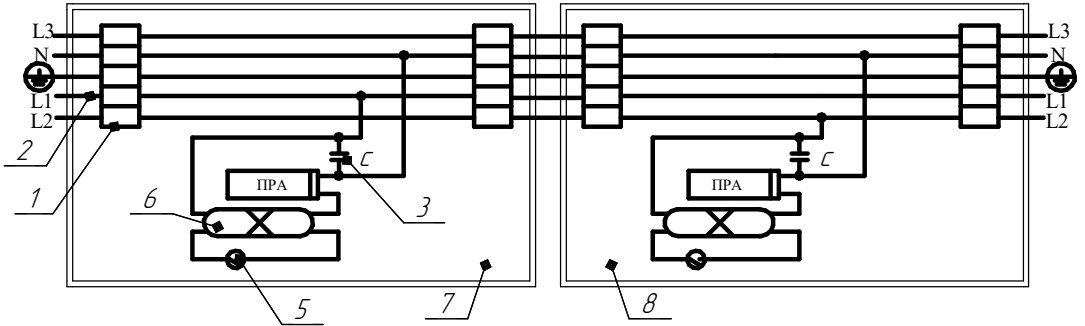

Рисунок 1. Для одноламповых св-ов.
4.1 Светильники состоят из корпуса в сборе поз.1; панели в сборе поз.2 на которой выполнен монтаж электрической схемы светильника; рассеивателя поз.3; скоб поз.4 для подвеса на горизонтальную поверхность; замков поз.5 (см. Рис.1).